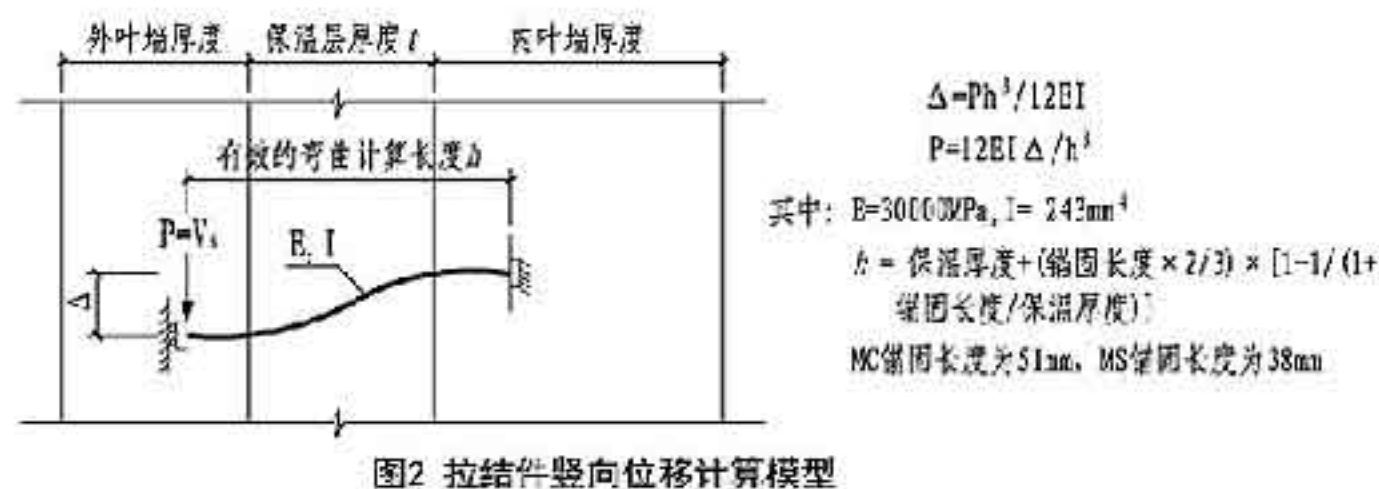

图2 拉结件竖向位移计算模型
2.1 外叶墙板的混凝土重量通过拉结件传递到内叶承重墙板上，GFRP拉结件在竖向荷载作用下可以形成微小的相对滑移，能够使内叶墙板和外叶墙板变形独立，不发生组合作用，其受力变形如图2所示。